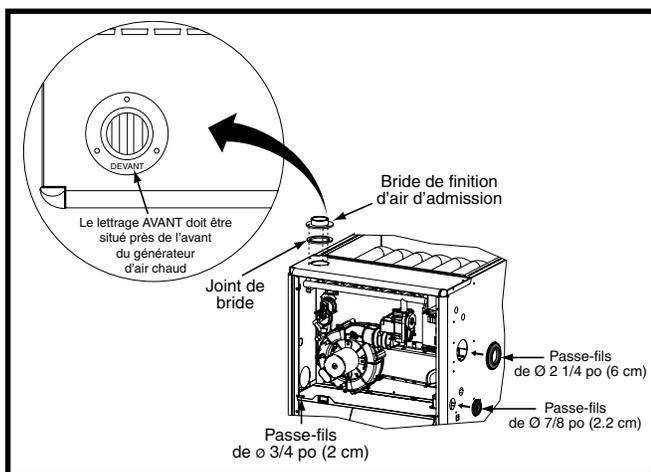
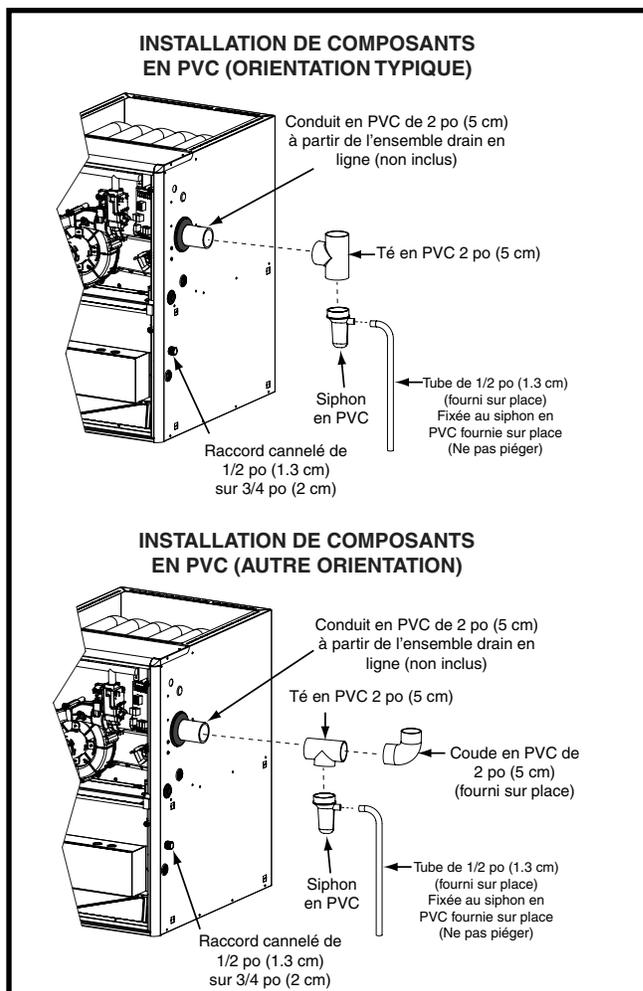

Figure 14. Bride de finition et passe-fils en caoutchouc
Figure 15. Composants en PVC
Les composants illustrés à la Figure 14 et à la Figure 15 sont inclus dans le sac de pièces supplémentaires fourni avec les générateurs d'air chaud *TC Selon le type d'installation, certains de ces composants sont facultatifs et peuvent ne pas être utilisés. Veuillez vous reporter aux descriptions et aux figures d'accompagnement pour installer ces éléments.
2. Placer la bride de finition sur le dessus du joint d'étanchéité de bride. **REMARQUE :** S'assurer que la bride est bien orientée de façon à ce que le lettrage AVANT soit situé à proximité de l'avant du générateur d'air chaud, comme indiqué à la Figure 14.
Le passe-fils en caoutchouc de 2 1/4 po (5,7 cm) est utilisé pour assurer l'étanchéité de l'ouverture entre l'armoïre du générateur d'air chaud et le conduit d'évent en PVC de 2 po (5 cm). Il faut installer le passe-fils en caoutchouc dans le trou de 3 po (7,6 cm) avant de sortir le conduit d'évent de l'armoïre. Aucun produit d'étanchéité n'est requis. Consulter la Figure 14.
- Le conduit en PVC de 2 po (5 cm) illustré à la Figure 15 n'est pas fourni dans le sac de pièces supplémentaires.
Le té et le siphon en PVC de 2 po (5 cm) sont utilisés lorsque l'inducteur est orienté pour faire sortir l'évent du côté gauche ou du côté droit de l'armoïre du générateur d'air chaud. Consulter la Figure 15.
1. Installer le té en PVC à la verticale sur le conduit d'évent de 2 po (5 cm) qui sort par le côté de l'armoïre. Coller les deux éléments ensemble de façon permanente au moyen de l'apprêt et de la colle appropriés. Se reporter à l'orientation typique illustrée à la Figure 15.
1. Installer le té en PVC à l'horizontale sur le conduit d'évén de 2 po (5 cm) qui sort par le côté de l'armoire. Coller les deux éléments ensemble de façon permanente au moyen de l'apprêt et de la colle appropriés. Se reporter à l'autre orientation illustrée à la Figure 15.